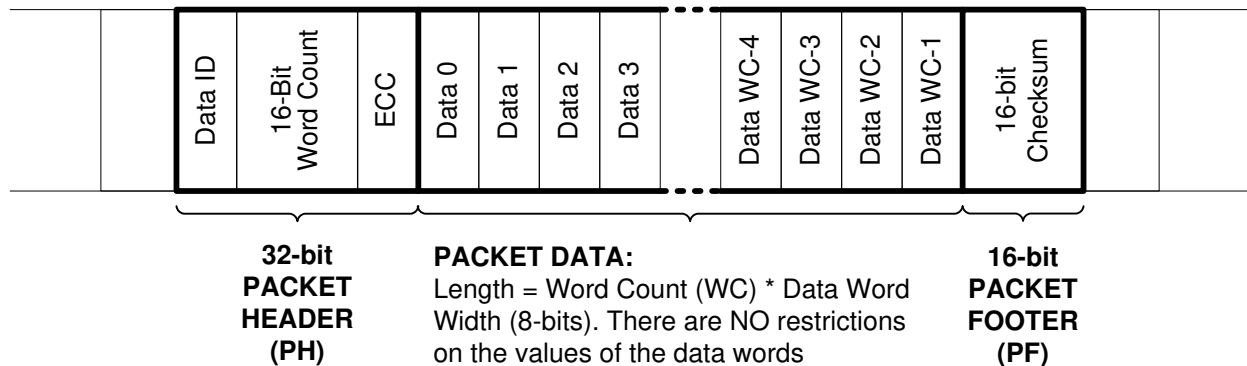

图 6-3. CSI-2 长数据包结构
一个长数据包包含三个元素：一个 32 位数据包报头 (PH)、一个具有可变数量 8 位数据字的应用特定数据净负荷和一个 16 位数据包报尾 (PF)。进一步而言，数据包报头由三个元素组成：一个 8 位数据标识符、一个 16 位字节数字段和一个 8 位 ECC。数据包报尾只有一个元素，即 16 位校验和。图 6-3 展示了长数据包的结构。